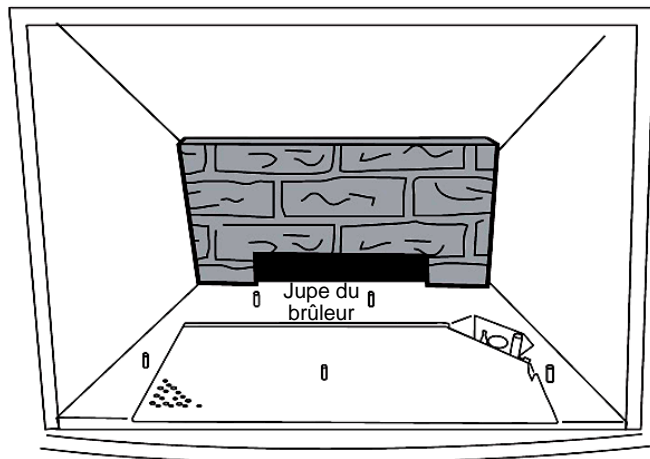

Figure 32. Installez le panneau inférieur arrière.
1. Installez le panneau inférieur. Positionnez-le debout contre la paroi arrière, appuyé sur la jupe du brûleur. Fig. 32.